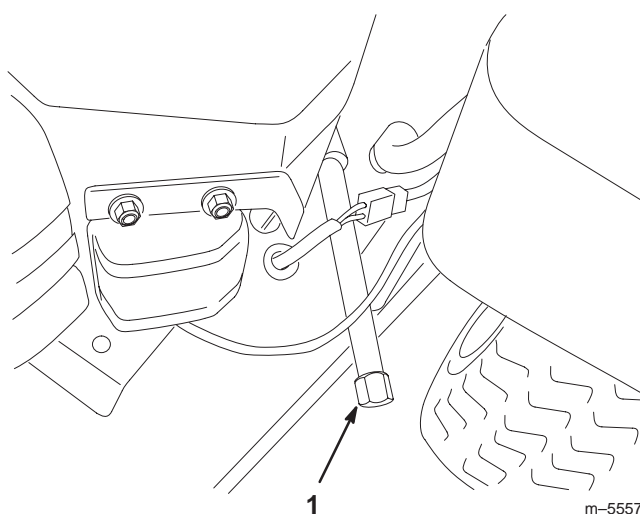

Figure 16
3. Placez un bac de vidange sous l'orifice de vidange. Enlevez le bouchon de vidange (Fig. 16).